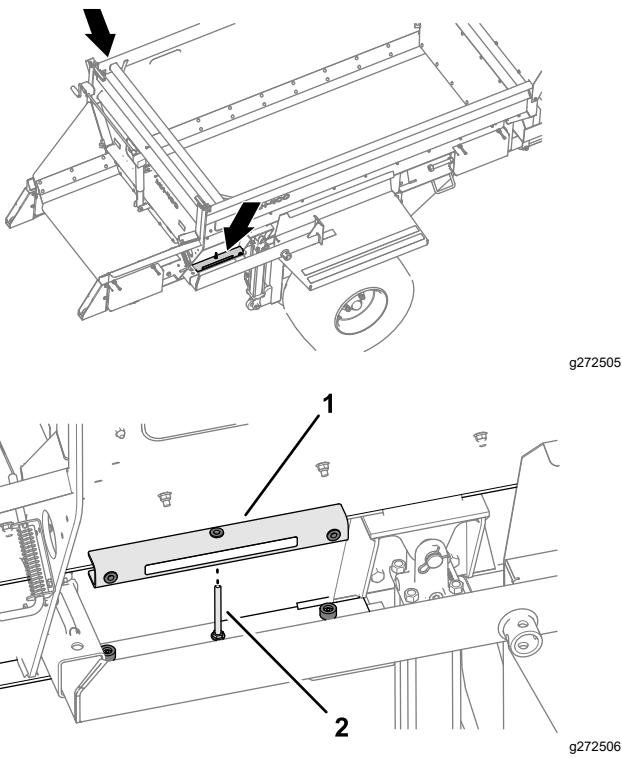

Figure 45
- Enlevez le support de vérin hydraulique situé de chaque côté de la trémie (Figure 45).